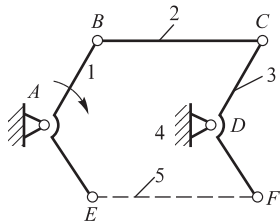

图 3.18 两点间距离不变引入的虚约束
(2) 机构运动时,如果两构件上两点间的距离始终保持不变,将此两点用构件和运动副连接则会带进虚约束,如图 3.18 所示。